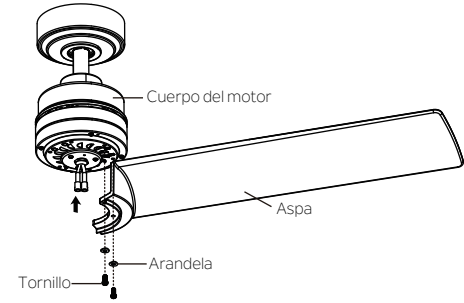

Fig. 16
Paso 1. Sujete levemente el aspa al cuerpo del motor con arandelas y tornillos proporcionados en el paquete de piezas metálicas de acoplamiento de las aspas. Luego, ajuste bien después de haber acoplado los dos tornillos. (Fig. 16).